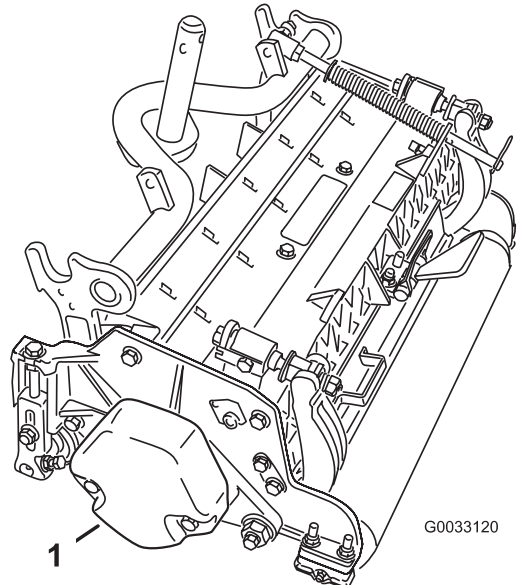

Bild 5
1. Entfernen Sie an den Mähwerken 2 und 4 die zwei Kopfschrauben, mit denen das Gegengewicht links am Mähwerk befestigt ist. Nehmen Sie das Gegengewicht ab (Bild 5).